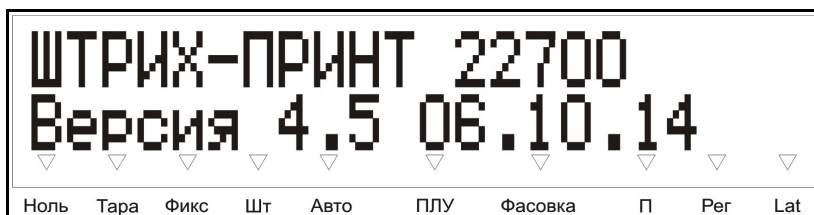

Рис. 10
- Далее на дисплее отобразится выбранная конфигурация товарной базы, номер версии ПО весов и дата её выпуска, см. рисунок 10.